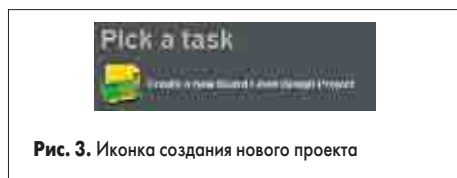

Рис. 3. Иконка создания нового проекта
- Щелкнем левой кнопкой мыши на значке Create a new Board Level Design Project (создать новый проект печатной платы) в секции Pick a Task (выбор задачи) рабочего стола системы Protel DXP (рис. 3).